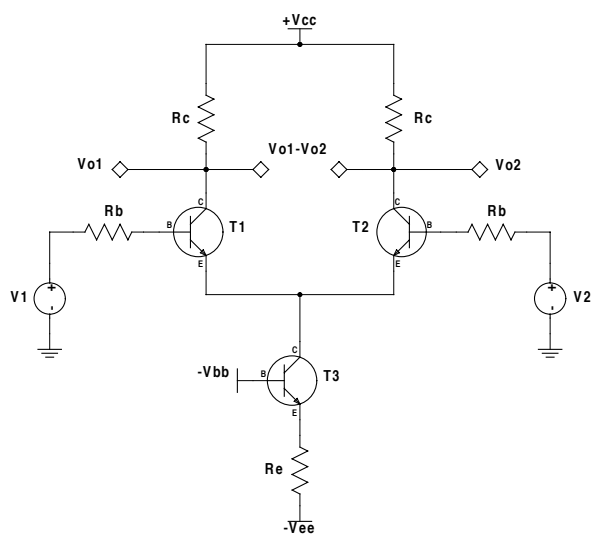

Figura 9.1: Amplificador diferencial con fuente de corriente.
2. Arme el circuito mostrado en el diagrama de la Figura 9.1, haciendo $V_2 = 0$ (es decir sustituya la fuente V_2 por una conexión a tierra).